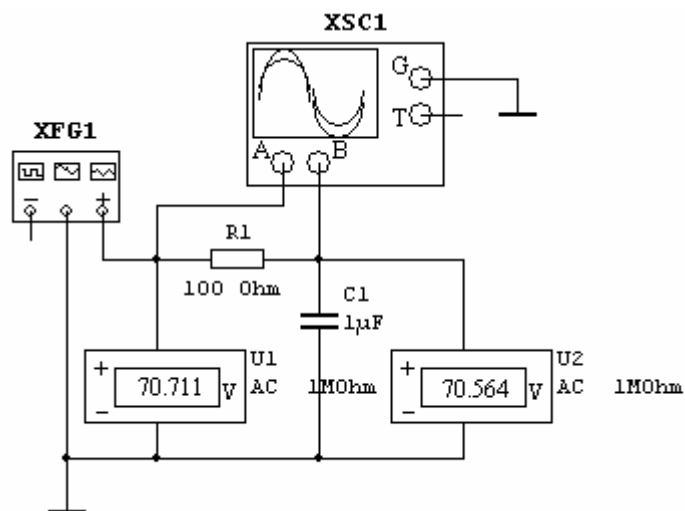
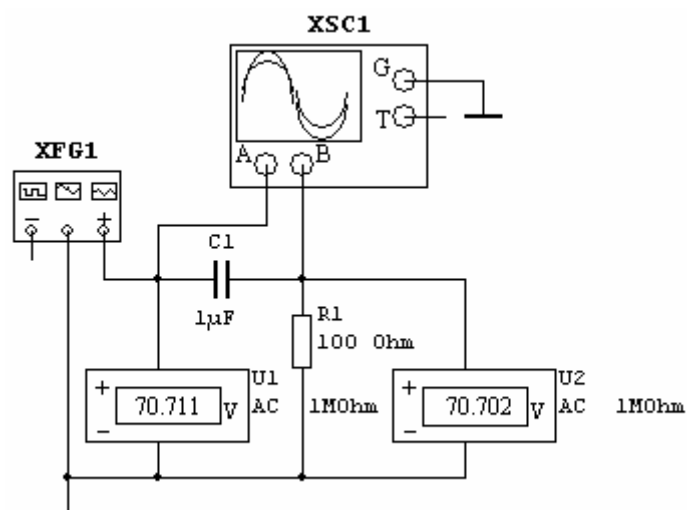

Рис.6.8. Схема виртуального эксперимента и численного анализа для определения частотных характеристик RC - цепи
Рис.6.9. Схема виртуального эксперимента и численного анализа для определения частотных характеристик CR - цепи
6.2.B.1. Сформировать схему для проведения виртуального эксперимента и численного анализа согласно рис.6.8.
6.2.Б.3. Разместить все элементы и соединить их между собой согласно схеме рис.6.8 (см.п.1.2.Б.13).
(узловых напряжений) для возможного анализа исследуемой цепи. Выделить из этого списка узел, соответствующий выходному напряжению $u_{\text{вых}}(t)$. Для схемы рис.6.8- это напряжение на емкости $u_C(t)$, которое рассматривается относительно базисного узла.
6.2.Б.22. Сформировать схему для проведения виртуального эксперимента и численного анализа согласно рис.6.9.
Схему рис.6.9. целесообразно формировать на основе схемы рис.6.8.
- Входной переменной цепи (рис.6.9) остается синусоидальное напряжение на выходе генератора $XFG1$.
6.2.Б.24. Провести виртуальный эксперимент и численный анализ для цепи рис.6.9 аналогично п.п.6.2.Б.10, ..., 6.2.Б.20.